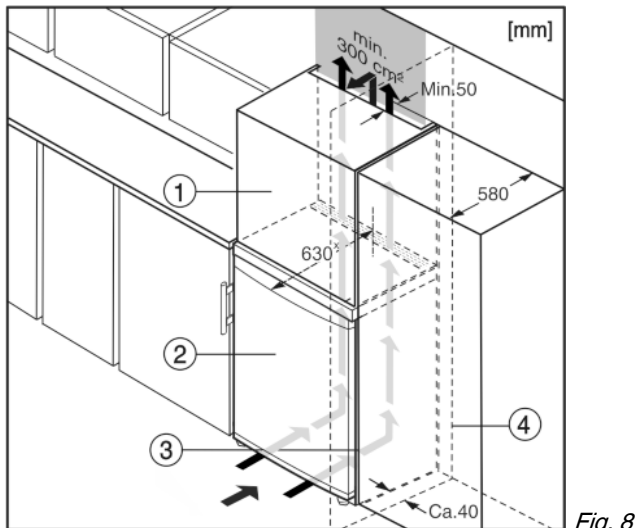

Fig. 8
- (1) Aufsatzschrank (2) Gerät (3) Küchenschrank (4) Wand
Das Gerät kann mit Küchenschränken umbaut werden. Um das Gerät Fig. 8 (2) der Küchenzeilenhöhe anzugleichen, kann über dem Gerät ein Aufsatzschrank Fig. 8 (1) angebracht werden.
Beim Umbau mit Küchenschränken (Tiefe max. 580 mm) kann das Gerät direkt neben dem Küchenschrank Fig. 8 (3) aufgestellt werden. Das Gerät steht seitlich 34 mm * und in der Gerätemitte 50 mm * gegenüber der Küchenschrankfront vor.
Wenn das Gerät mit den Scharnieren neben einer Wand Fig. 8 (4) aufgestellt wird, muss der Abstand zwischen Gerät und Wand mindestens 40 mm betragen. Dies entspricht dem Griffüberstand bei geöffneter Tür.